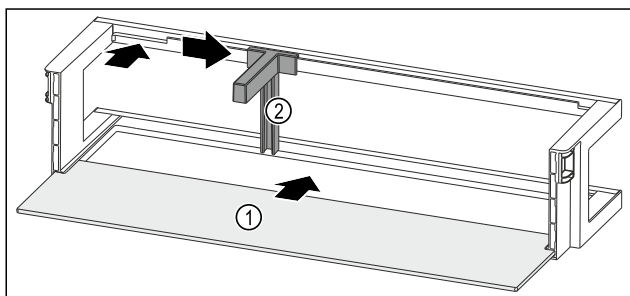

Fig. 131 Дверная полка со съемной полкой
- Вдвиньте съемную полку Fig. 131 (1) в боковые пазы.
- Установите держатель для бутылок Fig. 131 (2) в выемку.
- Сместите держатель для бутылок Fig. 131 (2) в нужное положение в сторону.